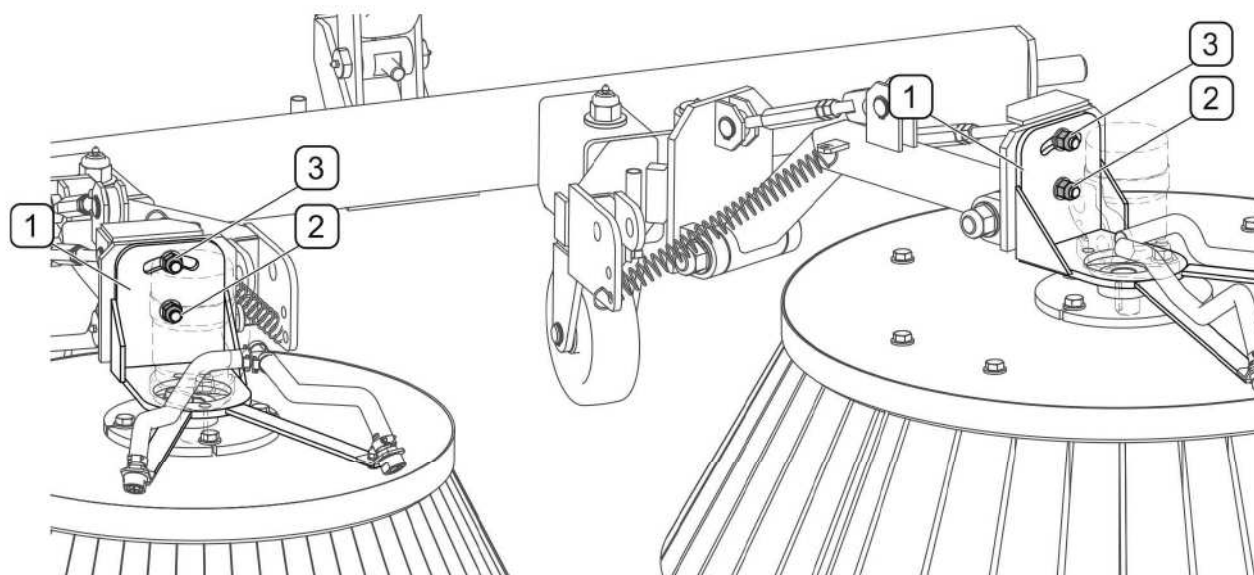

РИСУНОК 5.10А Регулирование поперечного наклона щеток
(1)- кронштейн крепления гидродвигателя; (2)- ось вращения кронштейна; (3)- контргайка.
Для регулирования поперечного наклона (РИСУНОК 5.10А) необходимо слегка отвинтить гайки (2) и контргайки (3) и отрегулировать положение кронштейна (1) крепления гидродвигателя. Отрегулировать угол наклона отдельно для каждой щетки.